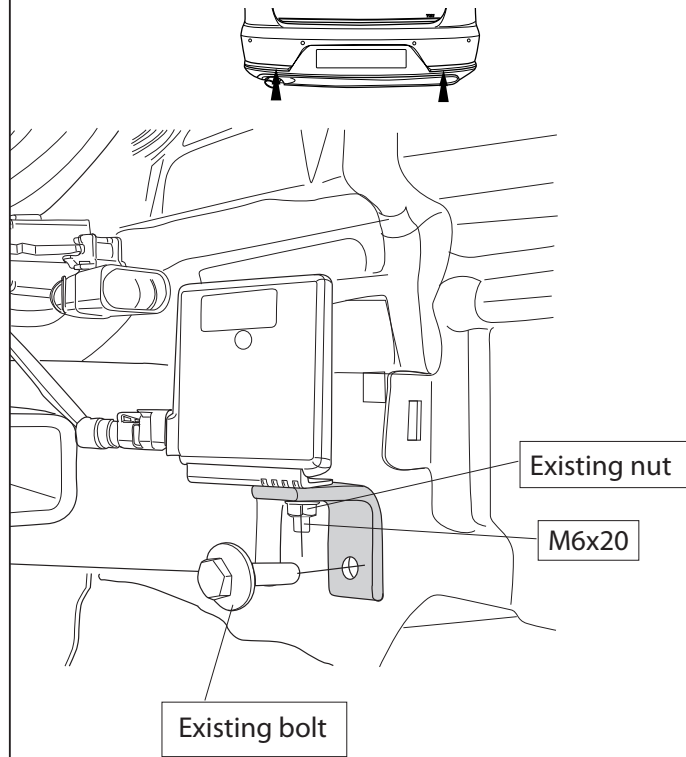

Fig. 3
7. **Если имеются:** Закрепите антенну на опоре G. См. рисунок 3 и 3а.